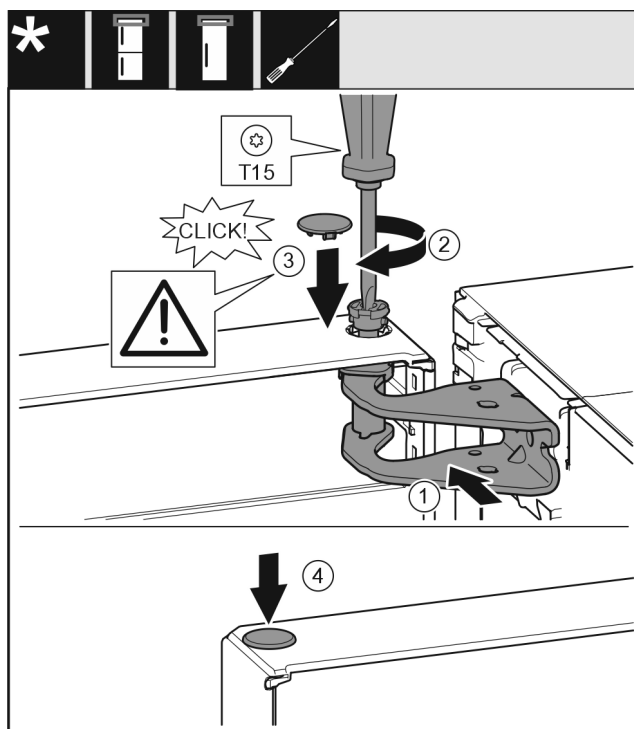

Fig. 23
- ▶ Dvere hore vyrovnajte s otvorom v ložiskovej konzole. Fig. 23 (1)
- ▶ Vložte čap Fig. 23 (2) a pevne ho priskrutkujte skrutkovačom.
- ▶ Namontujte poistný kryt Fig. 23 (3) pre poistku dverí: Nasadte poistný kryt a skontrolujte, či prilieha ku dverám. Inak čap vložte úplne.
- ▶ Vložte zátku Fig. 23 (4).